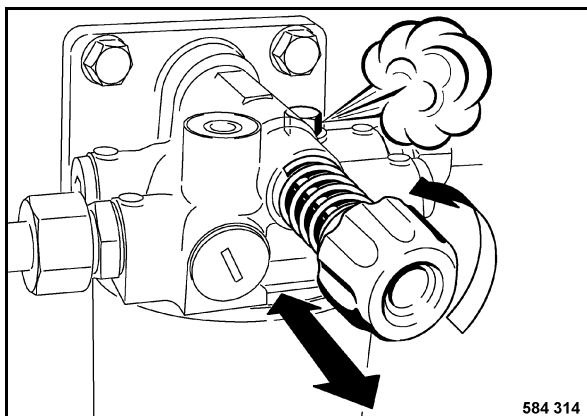

Fig. 133
- Soltar el tornillo de purga de aire (Fig. 133) en el filtro previo de combustible por 2 a 3 pasos de la rosca.
- Accionar la bomba manual tanto tiempo con la mano hasta del tornillo de purga de aire suelto (Fig. 133) sale combustible libre de burbujas.